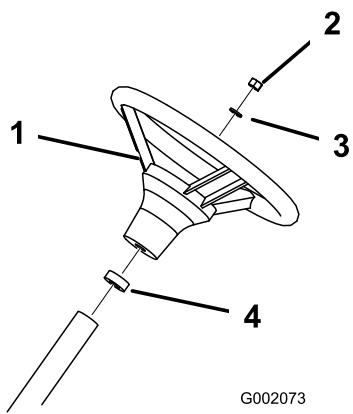

Figure 5
3. Fixez le volant à l'arbre avec la rondelle et l'écrou (Figure 5). Serrez les écrous à un couple de 24 à 29 Nm (18 à 22 lb-pi).